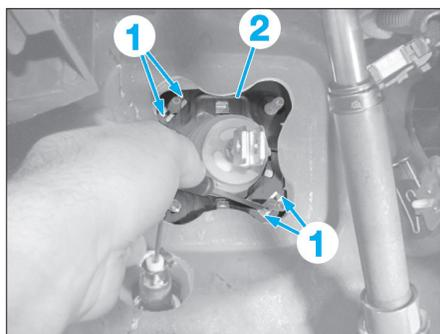

Fig. 18
- Ecarter à l'aide d'un tournevis plat les clips (1) de la tôle de maintien (2) (Fig.18).